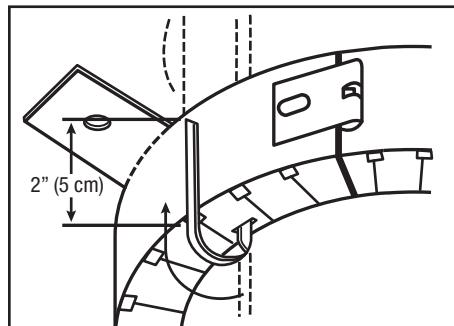

Figure 5 : Tirer sur les courroies, tourner et enrouler.
F. Tirer sur les courroies d'ancrage ultra rapides jusqu'à ce que la languette à ressort entre en contact avec le bord opposé de l'ouverture. **A l'aide de pinces**, tirer environ 13 mm (1/2 po) de la courroie d'ancrage tout en la faisant tourner de moitié, puis enrouler la courroie autour du corps du dispositif pour tuyaux en plastique (Figure 5).
G. La longueur de la partie de la courroie qui dépasse dépendra de l'épaisseur du substrat (gypse, âme creuse ou élément de maçonnerie de béton versus béton monolithique). La partie de la courroie qui dépasse peut être coupée, si désiré. La longueur minimale de la partie de la courroie qui dépasse après que celle-ci a été enroulée autour du corps du dispositif pour tuyaux en plastique doit être de 50 mm (2 po) (Figure 5).